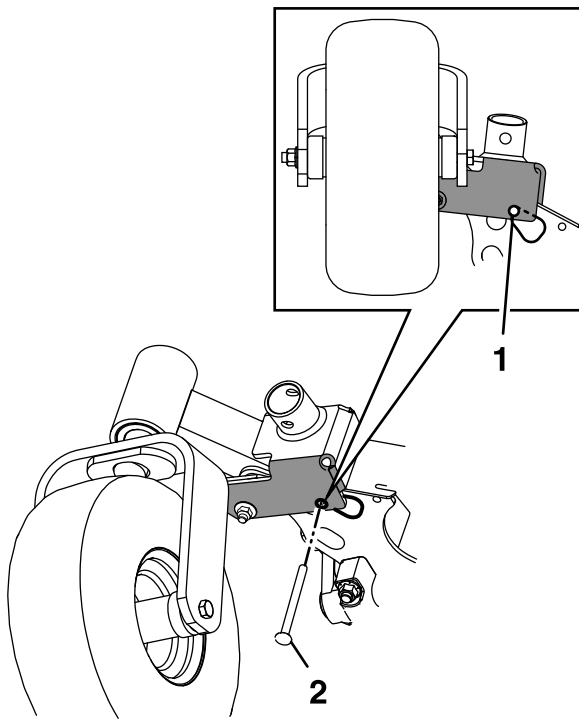

Figura 4
- A. Usando un perno de 3/8", alinee el orificio único situado debajo del bastidor con el hueco del refuerzo (ver la Figura 4). Asegúrese de que los bordes verticales del soporte del gato están en contacto con el bastidor y con el refuerzo, y sujételos en esa posición, con una abrazadera si es necesario.